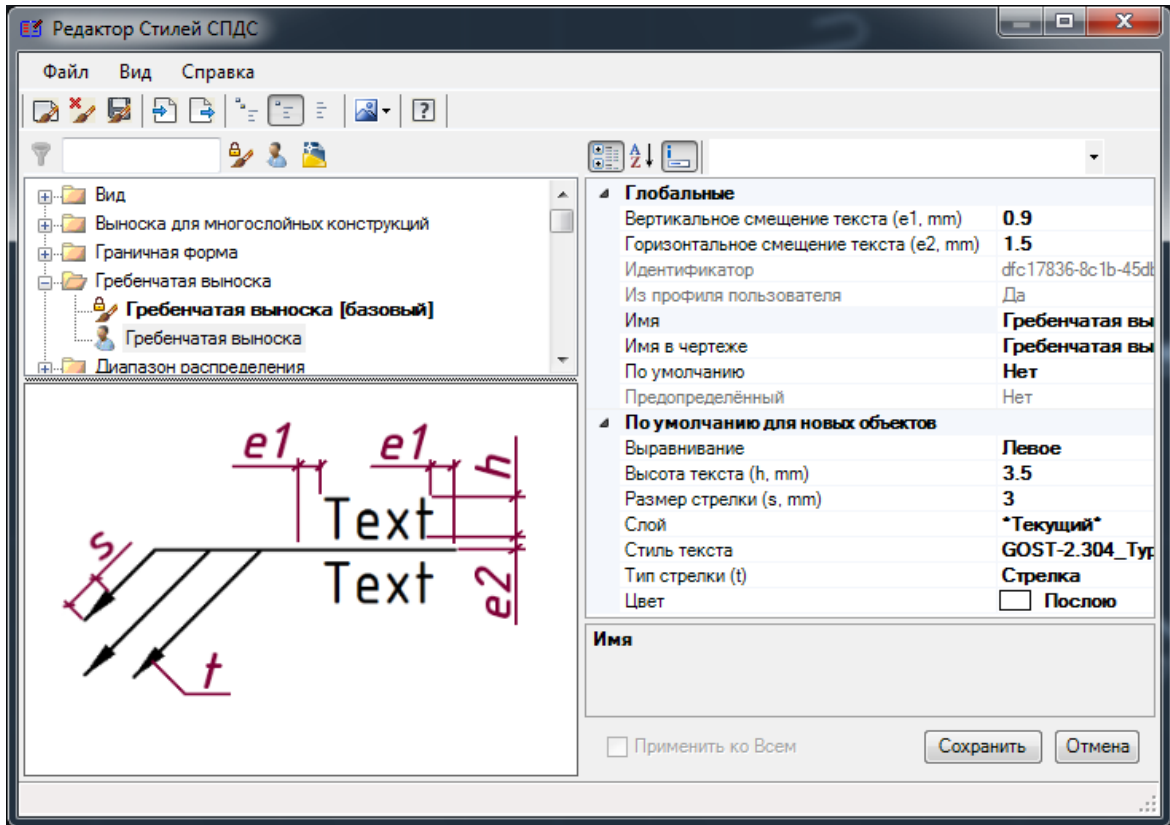

Рис. 6 Редактор стилей СПДС
- В редакторе стилей СПДС появилась панель, на которой отображены графические параметры стилей (Рис. 6). Панель может быть выключена или установлена в другое место диалога редактора.